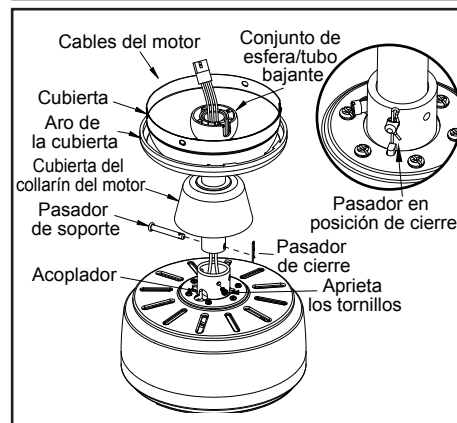

Figura 7
4. Inserta los cables que salen por la parte superior del motor del ventilador, a través de la cubierta decorativa del collarín del motor y enseguida por el aro de la cubierta. Asegúrate de que las ranuras queden en la parte superior. Inserta los cables a través de la cubierta y enseguida a través del conjunto del tubo bajante/esfera. (Figura 7)
6. Alinea los orificios en la parte inferior del tubo bajante con aquellos del collarín en la parte superior de la carcasa de motor. (Figura 7)
en el círculo de la Figura 7.